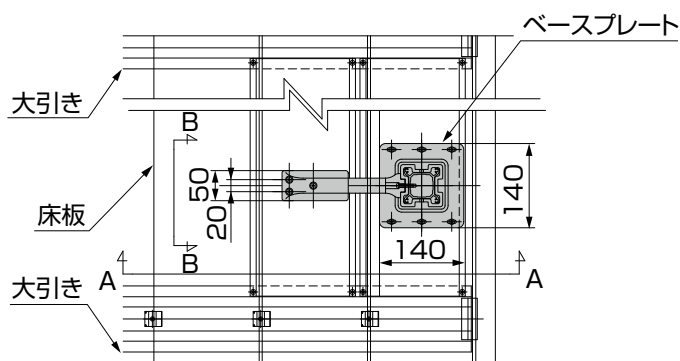
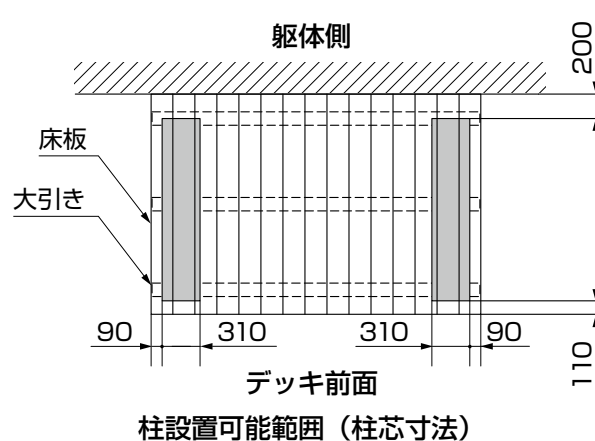

図4-40
図4-41
①柱の固定位置を決めてください。
- ※デッキに図4-40、図4-41、図4-42、図4-43を参照して取付けてください。